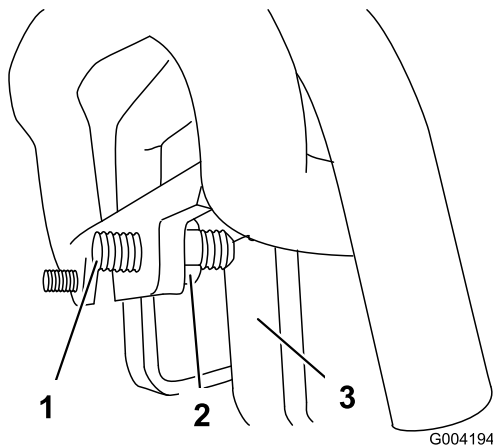

Figura 57
3. Si la unidad de tracción se desvía a la **izquierda**, afloje la contratuerca de la **derecha** y ajuste el tornillo de fijación de desplazamiento en la parte delantera del control de tracción (Figura 57).
4. Si la unidad de tracción se desvía a la **derecha**, afloje la contratuerca de la **izquierda** y ajuste el tornillo de fijación de desplazamiento en la parte delantera del control de tracción (Figura 57).